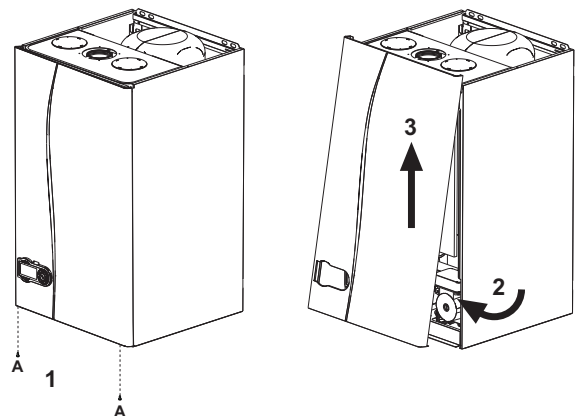

fig. 27 - Deschiderea carcasei
1. Deșurubați șuruburile A (vezi fig. 27).
2. Rotiți carcasa (vezi fig. 27).